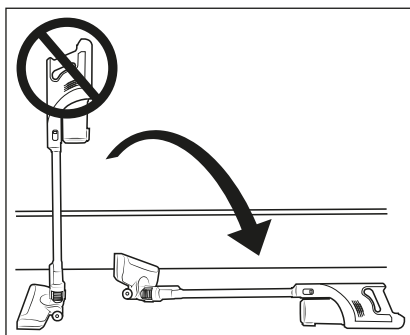

Rys. 8
- ▶ Odkurzacza można również ładować bezpośrednio za pomocą zasilacza sieciowego 10. W tym celu należy wyjąć wtyk rurkowy 11 z uchwytu ściennego 18, obracając go lekko, i włożyć go do gniazda ładowania 3 na urządzeniu (patrz rys. 8).